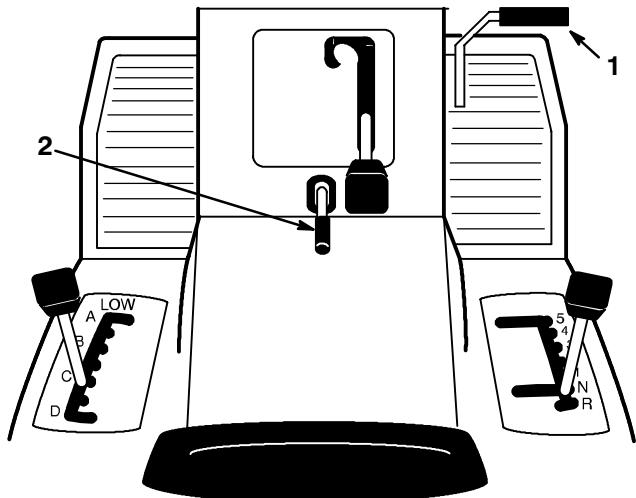

Figure 2
1. Enfoncer la pédale d'embrayage/frein (Fig. 2) et la maintenir en position enfoncée.
2. Relever le levier de frein de stationnement (Fig. 2) et lâcher progressivement la pédale d'embrayage/frein. La pédale doit rester bloquée en position enfoncée.
1. Enfoncer la pédale d'embrayage/frein (Fig. 2). Le levier de frein de stationnement doit se déverrouiller.